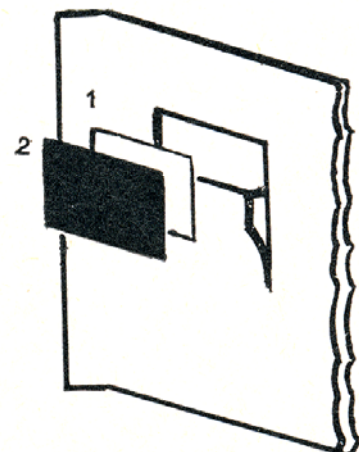

Fig. 3
- 2° all'interno il vetro colorato (inattinico). Fig. 3;
- à l'intérieur le verre coloré inactif fig. 3
- 2nd the colored glass (adiactinic) on the inside. Fig. 3;
2. farbiges Glas nach innen (unaktinisch). Abb. 3